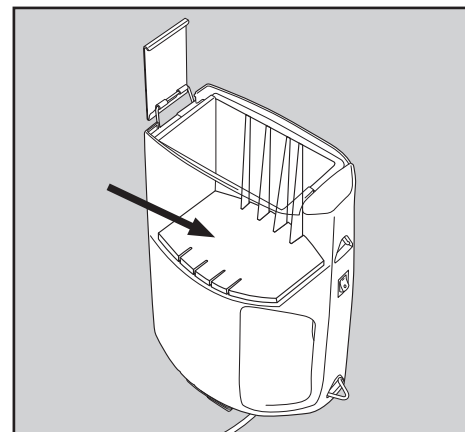

Fig. 19
- Placez le nouveau filtre à charbon sur la paroi arrière de l'aspirateur. Il devrait se placer confortablement sur les parois intérieur de l'aspirateur (Fig. 19).